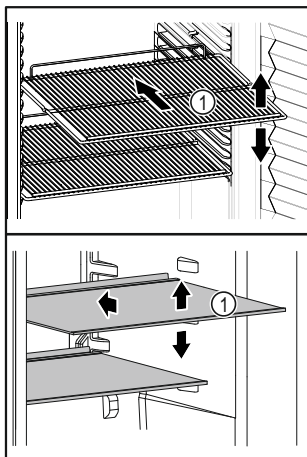

Fig. 22 Ilustrační zobrazení
- ☐ Pokud jsou odstavné plochy Fig. 22 (1) přemístitelné, přizpůsobte je vždy na danou výšku.